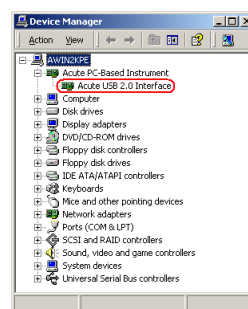

Figure 6
7. Вы можете увидеть “Acute USB 2.0 Interface” в списке установленных устройств (Figure 6). Это подтверждает , что ЦЗО установлен на Ваш ПК . Если значок устройства имеет вопросительный или восклицательный знак – это говорит об имеющихся проблемах . В случае невозможности решить эти проблемы самостоятельно – обращайтесь в службу поддержки [support@ti.kz](mailto:support@ti.kz)